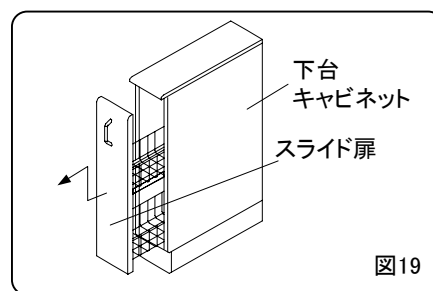

図19
- ①下台キャビネットのスライド扉を取り外してください。(図19)